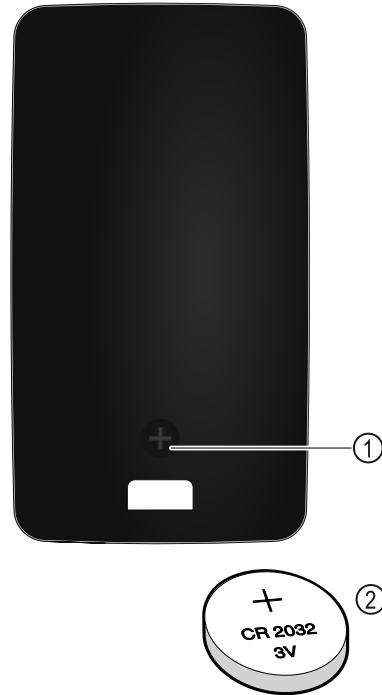

Fig. 229
Kaukosäätimen virransaanti tapahtuu alan liikkeestä saatavalla tyypin CR 2032 paristolla (3 V:n jännite) Fig. 229 (2).
- Irrota ruuvi Fig. 229 (1) kaukosäätimen takasivulta.